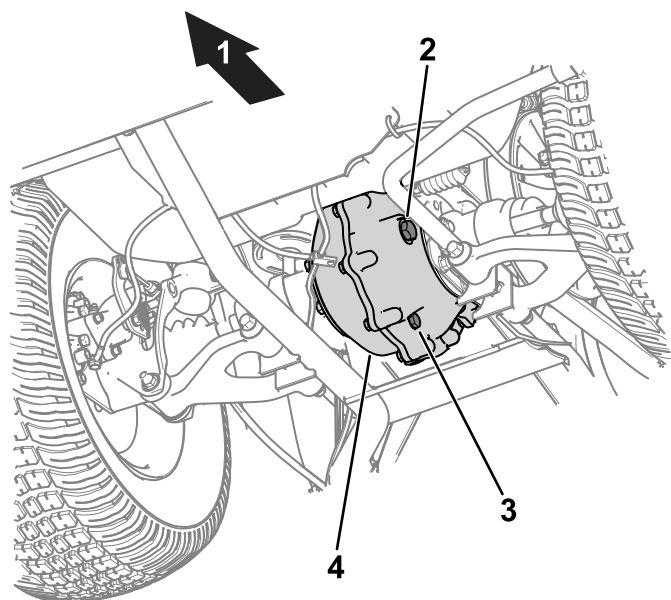

Figura 48
1. Tire o tampão de enchimento do conjunto eixo-transmissão (Figura 48).
2. Se o nível de fluido estiver baixo, retire o tampão de enchimento e adicione o fluido especificado até sair pelo furo (Figura 48).
1. Alinhe um recipiente de escoamento com o tampão de escoamento (Figura 48).
2. Retire o tampão de enchimento (Figura 48).
3. Retire o tampão de escoamento e deixe o fluido escoar completamente (Figura 48).